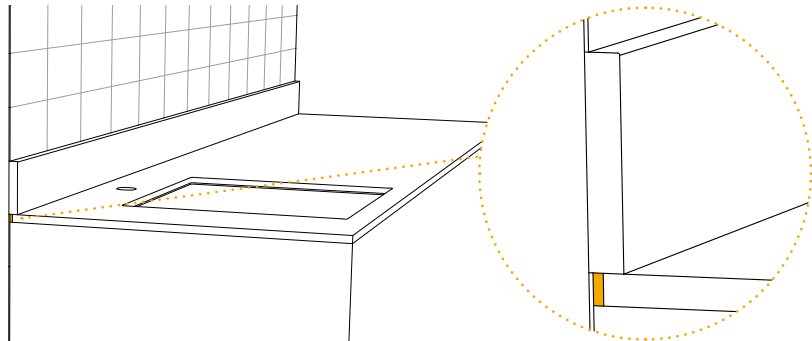

fig. 5
- Coloque juntas de dilatación de 3 mm como mínimo entre la encimera y un eventual entrepaño, para absorber la irregularidad de la pared o posibles movimientos estructurales del edificio, así evitando una tensión excesiva que provocaría la rotura de la placa (fig. 5). El copete de acabado debe apoyarse sobre la encimera y sellarse con silicona.